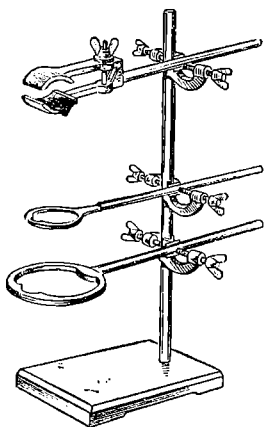

Рис. 12. Лабораторный штатив.
1. Рассмотрите устройство лабораторного штатива, разберите его и вновь соберите. Уясните назначение частей штатива (рис. 12). Зарисуйте штатив, указав названия его частей.